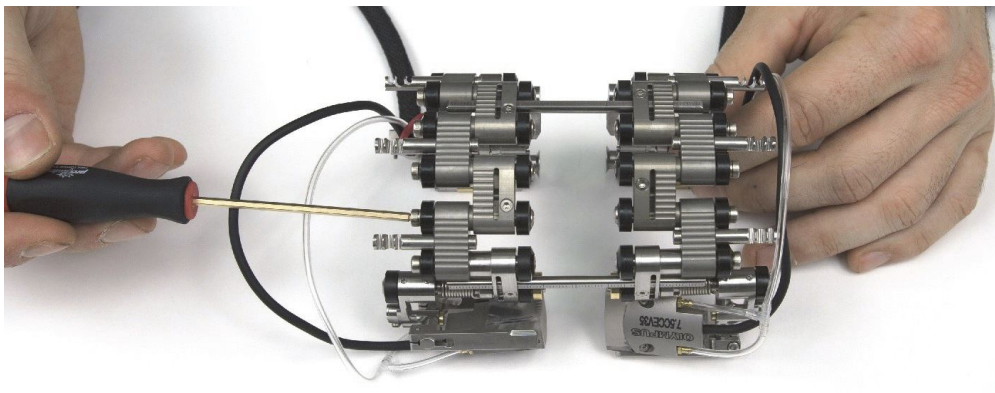

图 2-19 拧松链部件
2. 拧松一圈母链部件上的半自攻枢轴螺钉。在某些情况下，还需拧松一圈半格链和中链部件上的枢轴螺钉（参见第 32 页的图 2-19）。